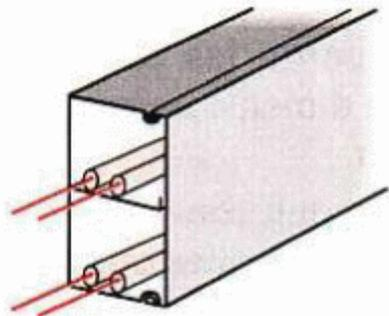
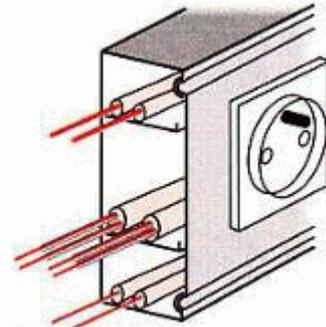
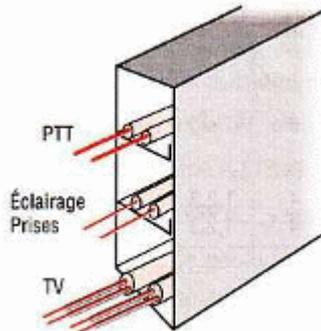

Fig. 3 : Moulure plastique.
Fig. 4 : Goulotte à parois pleines.
Fig. 5 : Plinthe plastique.
- en moulures (*fig. 3*), en plinthes (*fig. 5*), en goulottes (*fig. 4*), ou tout autre profilé,